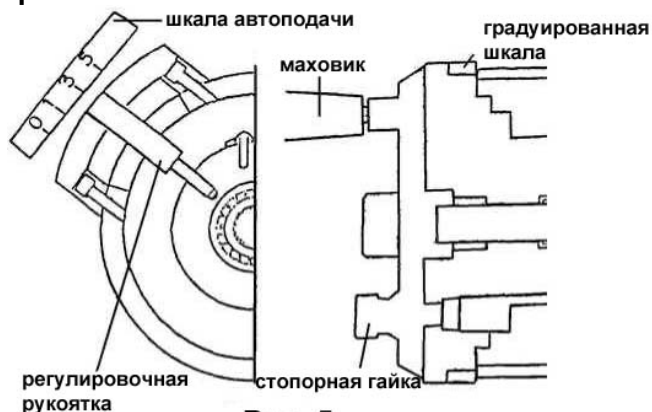

Рис. 5
К рис. 5:
3. Установите рукоятку (Рис. 5) для выбора величины подачи. Расчет: 0,00008 (дюймы или см) умножить на число на шкале 0,1,3,5 (Рис.5).